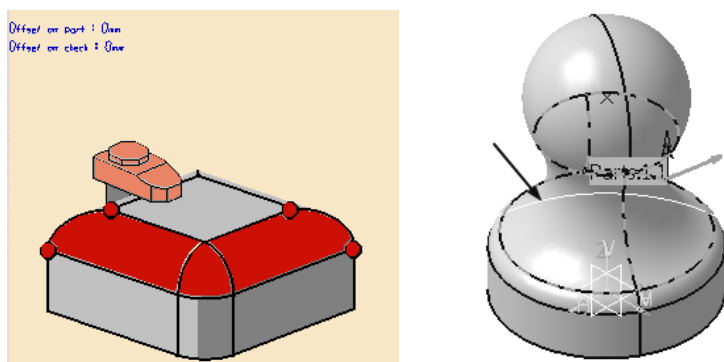

图 5-30 定义加工区域（2）
- 定义加工区域（2）。单击“Isoparametric Machining.2”对话框中的, 切换到几何参数选项卡，单击对话框中的加工曲面感应区，选择连接面作为加工对象，如图 5-30 所示，在空白处双击鼠标左键返回。